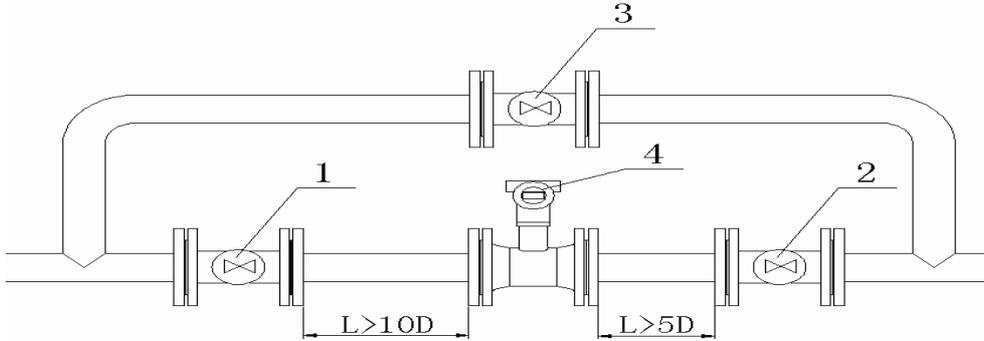

图15
### 1、常温型流量计的安装（如图 15）
- b、为保证流量计准确计量，要求设置前后直管段（如图15）；